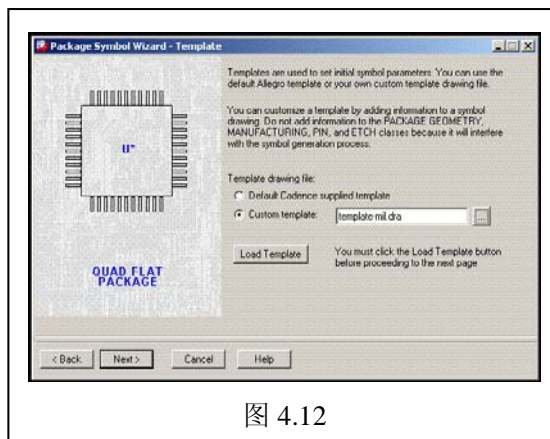

图 4.12
3) 选择工作模板：可用默认的或用户自定义的。我们选自定义的是因为：模板预先已经设置了绘图尺寸、使用 Class/SubClass、颜色、字体、单位和分辨率等要素。**更重要的是：默认的模板有 BUG，会自动清除 PAD 里的 Flash!!!** 见图 4.12